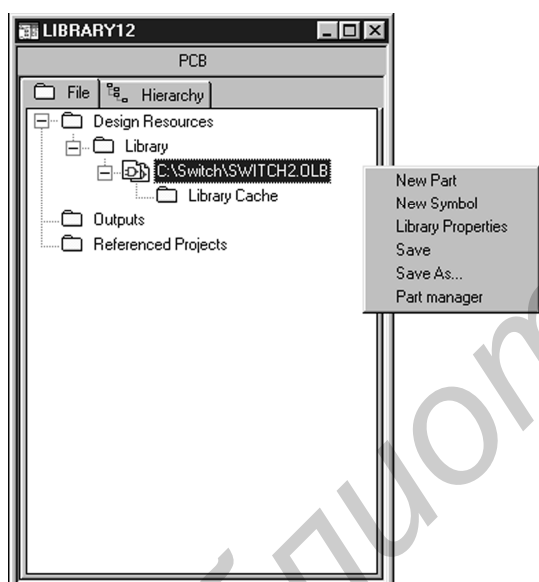
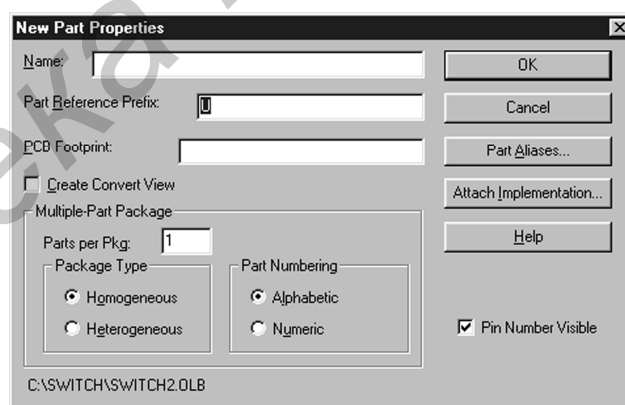
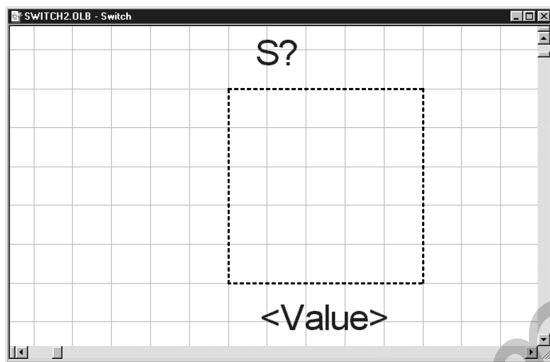

Рис. 4.12. Создание нового элемента
Рис. 4.13. Окно New Part Properties
Рис. 4.15. Окно редактирования элемента
2. Запустим программу Capture и создадим новую библиотеку (File→New→Library). Присвоим новой библиотеке имя Switch2.olb, для чего сохраним ее под этим именем командой Save As. Создадим новый элемент, для чего выделим в менеджере проекта заголовок библиотеки одним щелчком левой кнопкой мыши, затем щелкнем правой кнопкой и выберем пункт New Part (рис. 4.12). В результате появится окно New Part Properties (рис. 4.13).
После добавления модели закроем окно рис. 4.13, нажав кнопку ОК.
В результате получим окно редактирования элемента (рис. 4.15).
Создадим новую библиотеку, для чего в программе Capture выполним пункты меню File→New→Library. В появившемся окне менеджера проекта щелкнем правой кнопкой мыши на названии библиотеки и выберем пункт New Symbol (см. рис. 4.12). В появившемся окне New Symbol Properties (рис. 4.18) введем имя нашего символа (My Title) и выберем его тип (Title Block). После нажатия кнопки ОК перейдем в окно редактирования символа, аналогичное окну редактирования элемента (см. рис. 4.15).